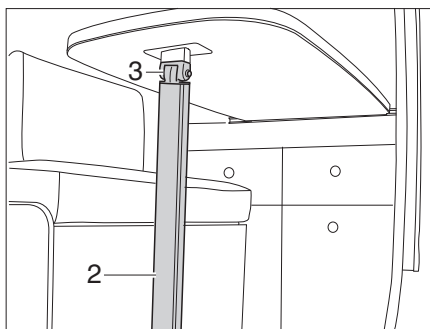

Fig. 34 Tavolo sospeso con supporto snodabile
- Sbloccare il piede del tavolo (Fig. 34,2) sul giunto e richiuderlo.
- Aprire il piede del tavolo (Fig. 34,2) e collocarlo sul pianale del Campster.